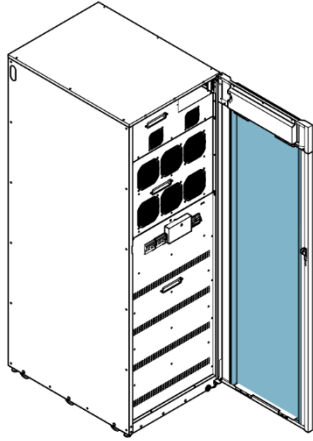

Рис. 45. Расположение воздушного фильтра
2. Проверяйте воздушные фильтры ИБП, расположенные за передними дверцами, помойте или замените их по необходимости. Расположение фильтра показано на Рис. 45. За сменными фильтрами обращайтесь к сервисному представителю Eaton. Снятие фильтра: